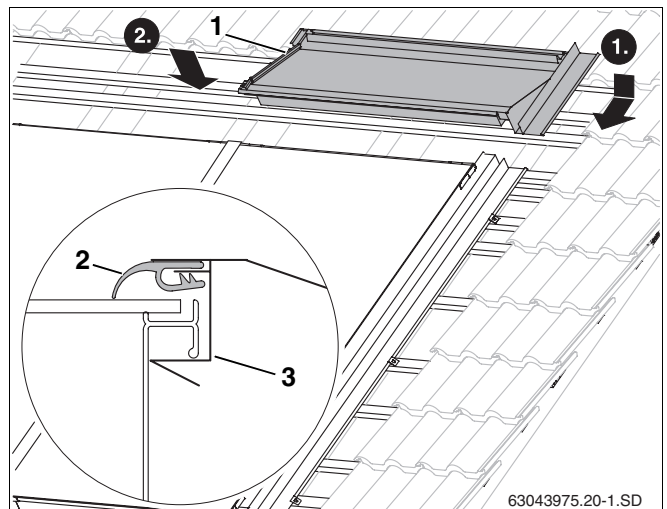

Abb. 56 Oberes rechtes Abdeckblech
- Das rechte obere Abdeckblech (Abb. 56, **Pos. 1**) in das rechte seitliche Abdeckblech einführen.
- Durch Druck oben auf das Abdeckblech rastet das Blech unter die Griffmulde des Kollektorrahmens (Abb. 56, **Pos. 3**).
- Die Gummilippe (Abb. 56, **Pos. 2**) oben auf den Kollektor legen.